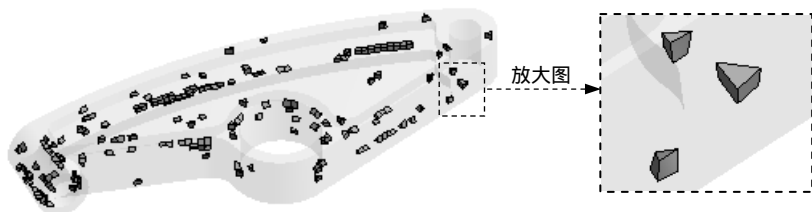

图 4.5.5 棱柱单元
- ◆ —●— Wed15 图例：表示 15 单元节点的棱柱单元，单击图表中对应颜色的柱状图，在图形区显示所有棱柱单元，如图 4.5.5 所示。